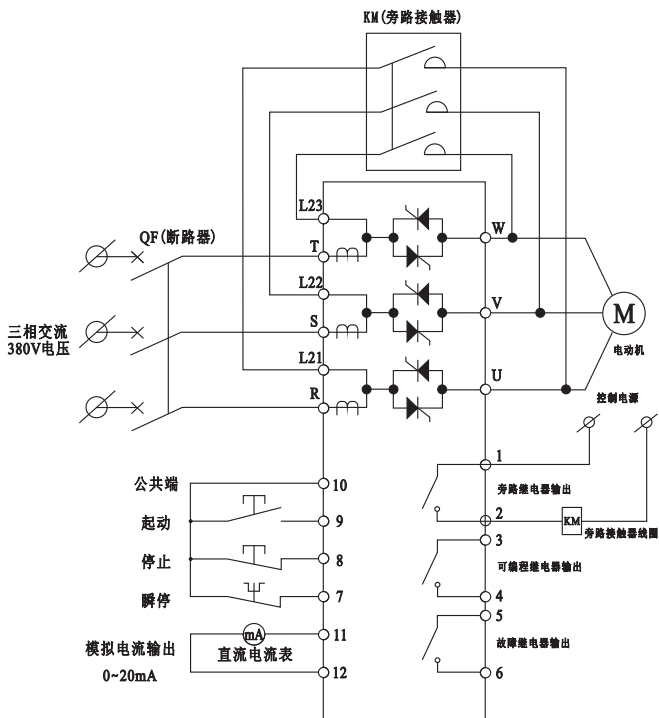

图2.7基本接线原理图
**警告：**外接旁路交流接触器时，必须要求接触器每一极的输入端L21、L22、L23与输出端U、V、W要一一对应，如图2.7所示，如果接线不正确，软起动器在切换至旁路时就会造成电源短路，可能导致烧坏整个系统。
外控端子如下图2.7所示：